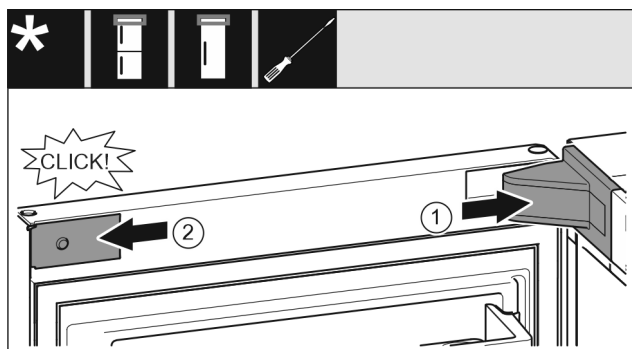

Fig. 21
- Sett på lagerdekselet og la det klikke på plass, ev. trykk det forsiktig fra hverandre. *Fig. 21 (1)*
- Sett dekselet på på siden, og la det klikke på plass. *Fig. 21 (2)*